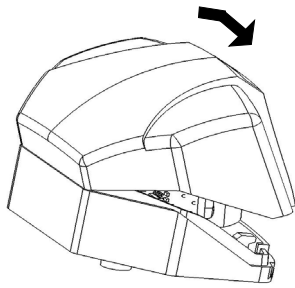

Рисунок 8
- Установите на место крышку извещателя, для чего заведите крышку извещателя за защелку на задней стенке основания (рисунок 8) и защелкните крышку на основании.